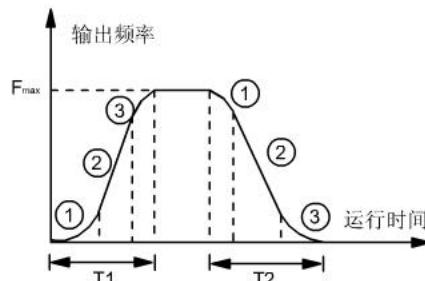

图 6-7 S 曲线加减速
定义开门加速过程S曲线起始段的时间与整个加速时间的百分比, 如图6-7中T1时段的①。
TD3200门机变频器所有的加减速均按照S曲线进行加减速。S曲线加减速的描述如下: 变频器在加减速过程中, 输出频率与加减速时间为S曲线关系, 按照S形曲线递增或递减, 如图 6-7 的曲线所示。
定义开门加速过程 S 曲线上升段的时间与整个加速时间的百分比, 如图6-7中T1时段的②。
定义开门减速过程 S 曲线起始段的时间与整个减速时间的百分比, 如图6-7中T2时段的①。
定义开门减速过程 S 曲线下降段的时间与整个减速时间的百分比, 如图6-7中T2时段的②。
定义关门加速过程 S 曲线起始段的时间与整个加速时间的百分比，如图6-7中T1时段的①。
定义关门加速过程 S 曲线上升段的时间与整个加速时间的百分比，如图6-7中T1时段的②。
定义关门减速过程 S 曲线起始段的时间与整个减速时间的百分比，如图6-7中T2时段的①。
定义关门减速过程 S 曲线下降段的时间与整个减速时间的百分比，如图6-7中T2时段的②。